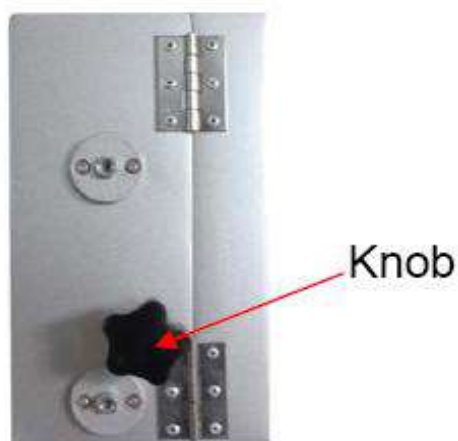

Рис.1
Перед началом работы нужно проверить хорошо ли закреплены ножи. Поверните ручку рис.1 для того, чтобы отрегулировать натяжение ножей.
1. Открутите ручку, как показано на рис. 1.